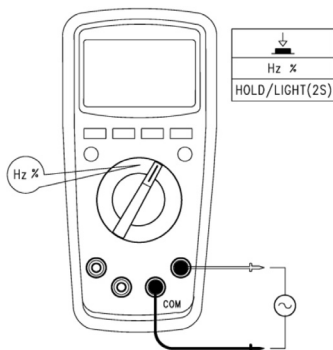

Рис. 8 Измерение частоты и коэффициента заполнения
7.6 Измерение частоты и коэффициента заполнения (см. рис. 8)